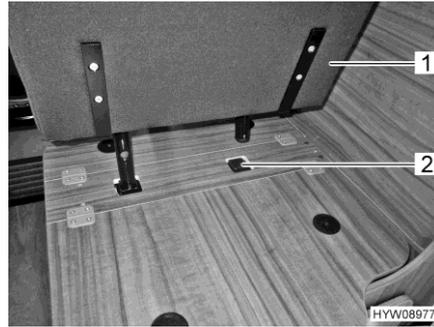

Bild 16 Stecksitz in Halterung stecken
- Stecksitz (Bild 16,1) in Halterung (Bild 16,2) stecken.